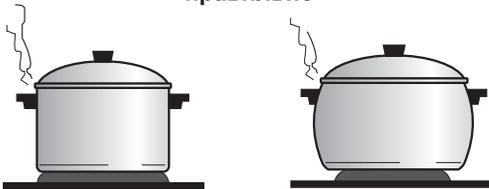

Рис.2
- **ПАМ'ЯТАЙТЕ!** для швидкого ГОТУВАННЯ їжі ПОСУД МАЄ БУТИ ІЗ ПЛОСКИМ ДНОМ, ЩО ДОБРЕ ПРИЛЯГАЄ ДО ПОВЕРХНІ КОНФОРКИ. ДІАМЕТР ПОСУДУ МАЄ РІВНЯТИСЯ АБО БУТИ ТРОХИ БІЛЬШЕ ДІАМЕТРА КОНФОРКИ (РИС. 2).